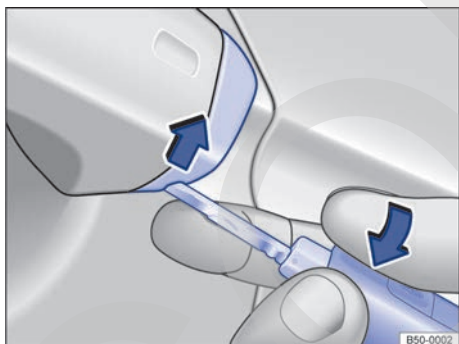

Fig. 71 Manilla de la puerta del conductor: desprender la caperuza haciendo palanca.
- Introduzca el paletón de la llave, por abajo, en la muesca que hay en la manilla de la puerta del conductor → fig. 71 (flecha).
- Mantenga el dedo índice debajo del paletón de la llave → fig. 71.
- Desprenda la caperuza haciendo palanca con la llave en el sentido de la flecha → fig. 71.